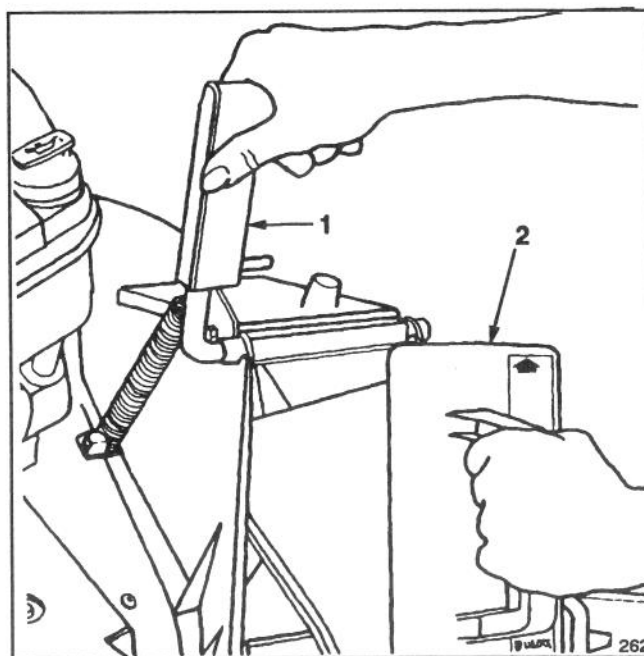

Abb. 2
1. Die Auswurfklappe öffnen: den Griff nach vorwärts ziehen, die Auswurfklappe nach hinten bewegen (Abb. 2). Den Griff der Auswurfklappe festhalten, damit die gefederte Tür nicht wieder zuspringt, während der Mulchstöpsel eingeführt wird.
2. Da der Mulchstöpsel etwas breiter als die Öffnung des Auswurf隧nells ist, muß der Mulchstöpsel beim Einführen etwas im Uhrzeigersinn gedreht werden (Abb. 2). Sicherstellen, daß der Pfeil auf dem Mulchstöpsel-Aufkleber nach oben zeigt.